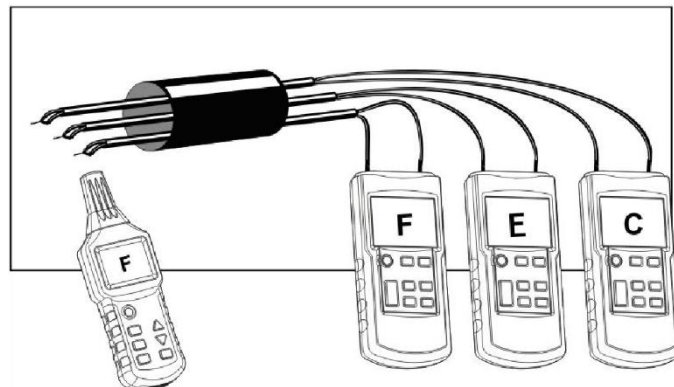

Fig.22
- Tilslut **Senderen** som vist på Fig.22.